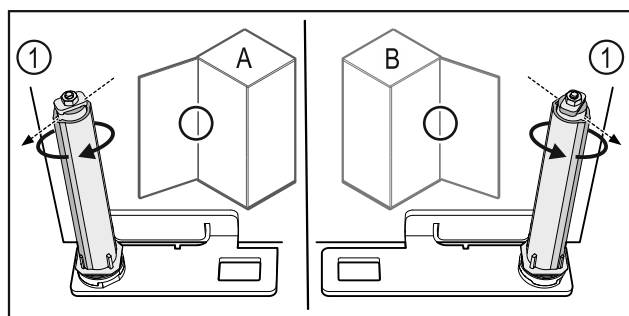

Fig. 56 Venstreanslag (A) / Højreanslag (B)
- Drej lukkesystemet mod modstanden, indtil lukkesystemets forbindelsesdel Fig. 56 (I) peger udad.